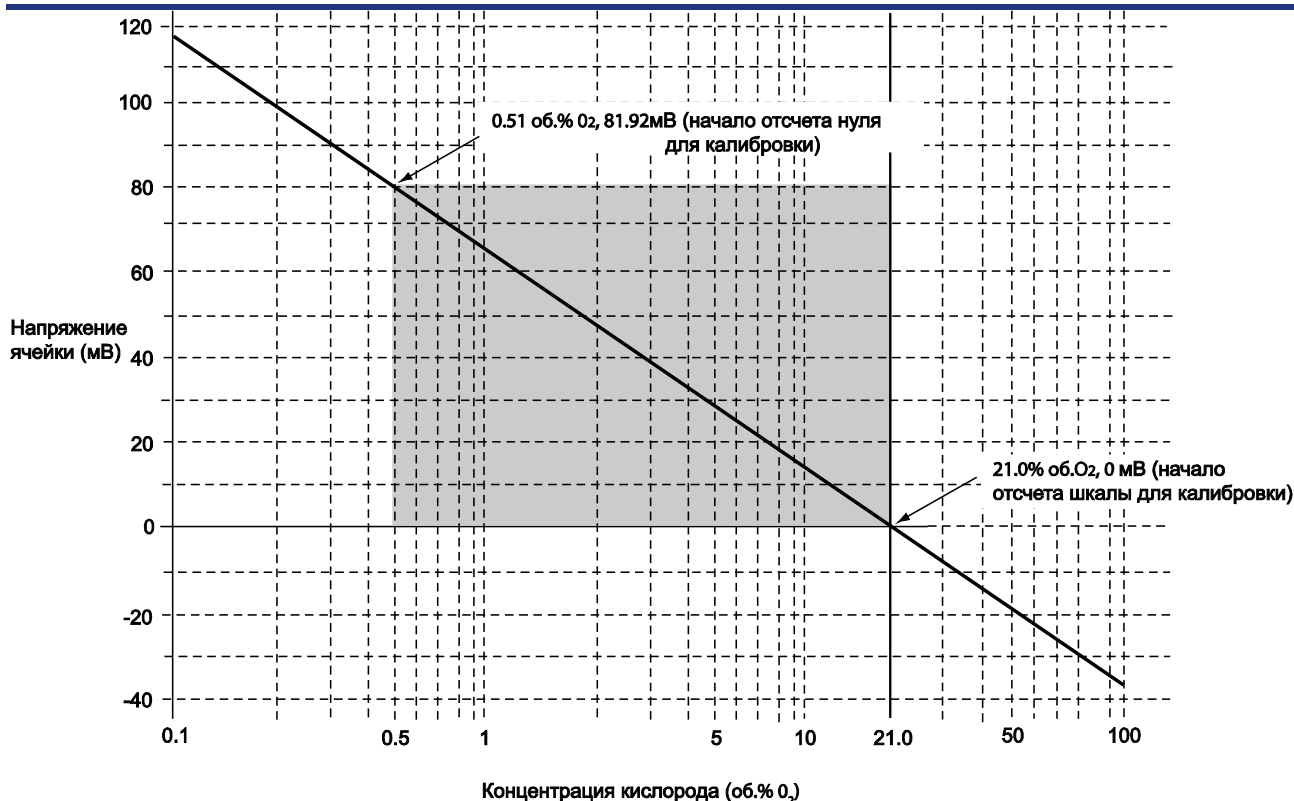

Рисунок 9.1 Зависимость концентрации кислорода в измеряемом газе от напряжения в ячейке (Эквивалент 21% об.O₂)
С помощью анализатора чувствительный элемент (циркониевый элемент) нагревается до температуры 750°C, и уравнение (2) становится правомерным. При этой температуре выполняется соотношение между концентрацией кислорода измеряемого газа, контактирующего с положительным электродом, и электродвижущей силой чувствительного элемента (= ячейка) (Рисунок 9.1), где на отрицательной стороне электрода используется сравнительный газ (воздух).